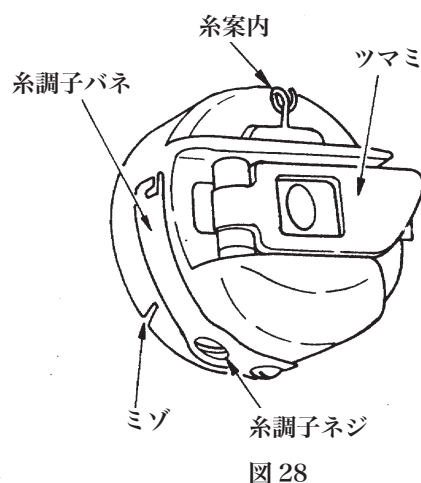

図28
①糸を巻き終ったボビンを右親指と人さし指でつまみ、糸のはしをたらしのまま、左手にもったボビンケースの中にはめ込みます。次に、外にでている糸を②ボビンケースのふちにあるミゾに通し、③更に引きながらボビンケースの糸調子バネの下をくぐらせ、つぎに④針金の糸案内に通します。（図28参照）